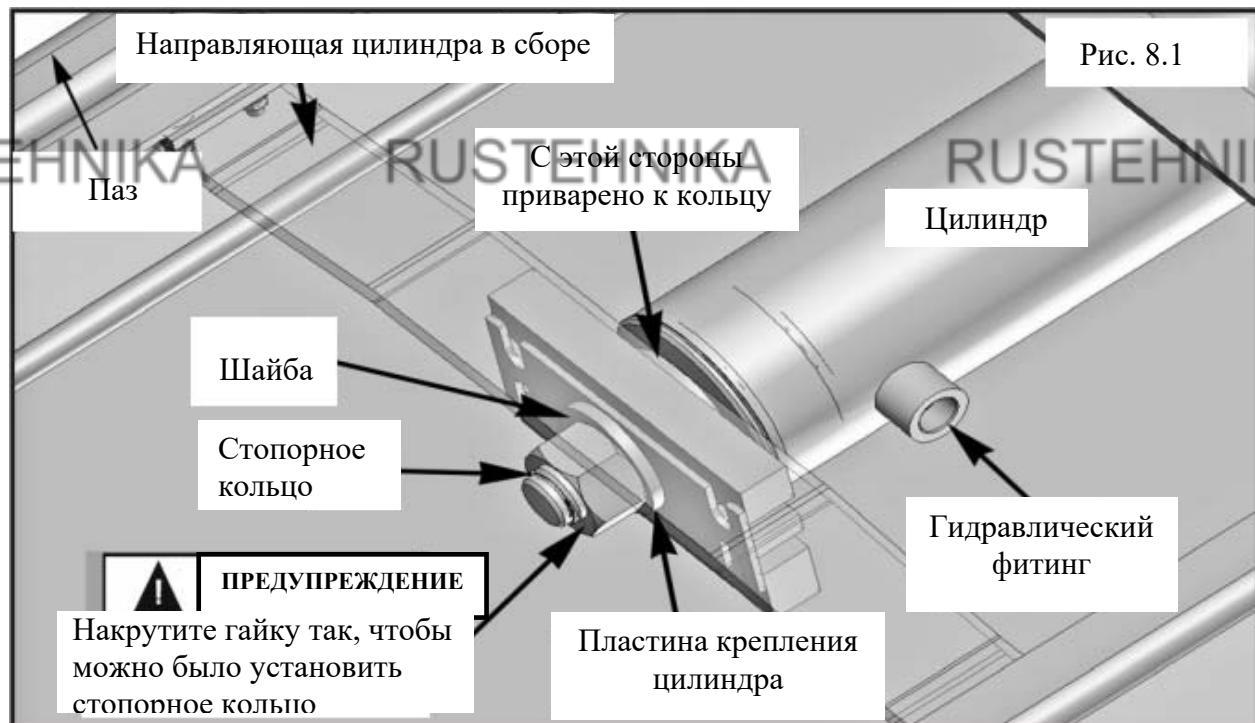

Рис. 8.1
- Фланец направляющей цилиндра должен устанавливаться, как показано на рисунке. Кольцо должно располагаться со стороны цилиндра. Обратите внимание на расположение пластины крепления цилиндра. Резьбовые концы тросов крепятся к пластине крепления цилиндра (см. рис. 8.1).